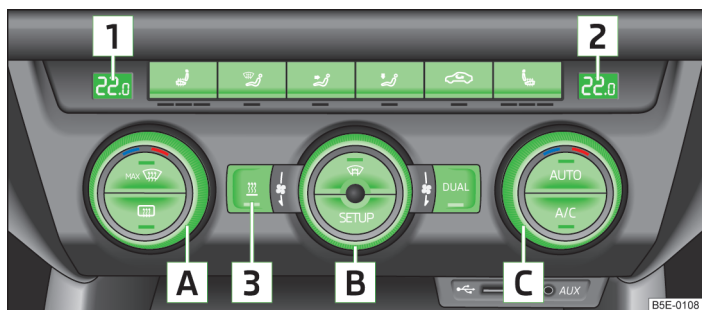

Fig. 109 Climatronic : Organes de commande
- ✓ **A/C** » fig. 109 à la page 108 activé.
Fonctions de chaque organe de commande » fig. 109 :
- Appuyez sur la touche de symbole **AUTO** » fig. 109 à la page 108.
➤ Faites tourner le sélecteur **A** » fig. 109 à la page 108 vers la gauche ou la droite pour réduire ou augmenter la température.
➤ Faites tourner le sélecteur **C** » fig. 109 à la page 108 vers la gauche ou la droite pour réduire ou augmenter la température.
➤ Faites tourner le sélecteur **B** » fig. 109 à la page 108 vers la gauche ou la droite pour réduire ou augmenter la vitesse de la soufflante.
- Appuyez sur la touche de symbole **MAX** » fig. 109 à la page 108.